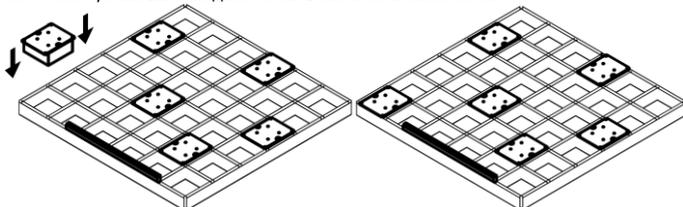

Рисунок 4. Пример установки Griliato Tetrис в потолок Грильято (провода не показаны).
- Смонтируйте Griliato Tetrис в конструкции потолка (см. рисунок 4).